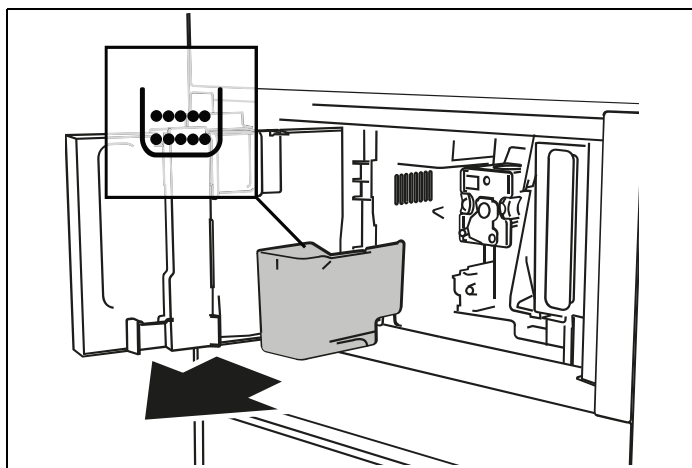

Fig. 41
När displayen (B) visar meddelandet **Töm sumpbehållare** (Fig. 41) måste sumpbehållaren tömmas och rengöras. Apparaten kan inte användas för att göra kaffe förrän sumpbehållaren (A4) har rengjorts. Även om den inte är full visas meddelandet Töm sumpbehållare 72 timmar efter att det första kaffet har beretts (för att de 72 timmarna ska beräknas korrekt får aldrig apparaten stängas av med huvudströmbrytaren).